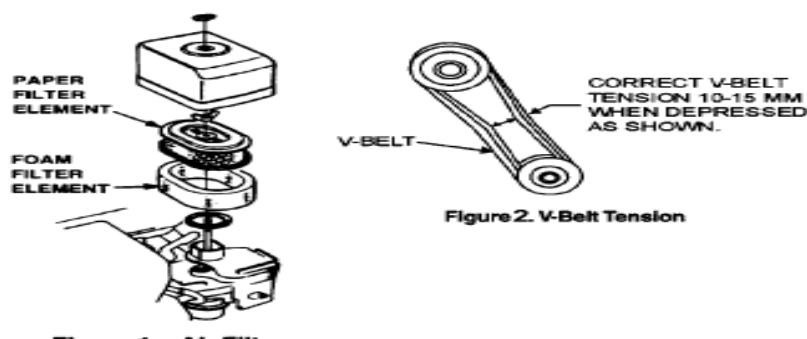

Figure 1 Air Filter
2. Чтобы прочистить или заменить воздушный фильтр, ослабьте крыльчатую гайку на основании воздушного фильтра (Рис. 1), снимите крышку и выньте картридж воздушного фильтра. Если нужно только прочистить воздушный фильтр, продуйте картридж изнутри, двигая струю сжатого сухого воздуха вверх и вниз, пока пыль не будет удалена.